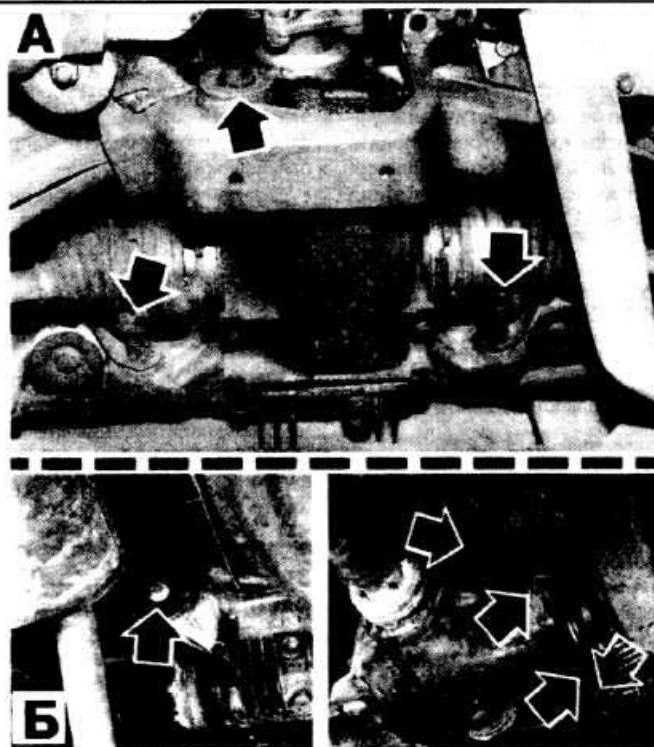

Рис. 9-6. Стрелками показаны болты крепления заднего моста к кузову и подрамнику (поперечине) задней подвески:
- Отвернуть два задних верхних болта крепления заднего моста, затем нижний передний болт (рис. 9-6).